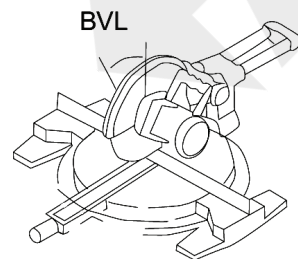

Fig.7
---Ajustar o valor BLV na máquina de corte para efetuar um corte longitudinal oblíquo (Fig.7)